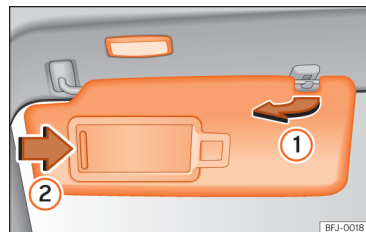

Fig. 113 Parasolarul
- Parasolarul poate fi scos din cadru și rotit spre ușă » » **fig. 113 ①**.